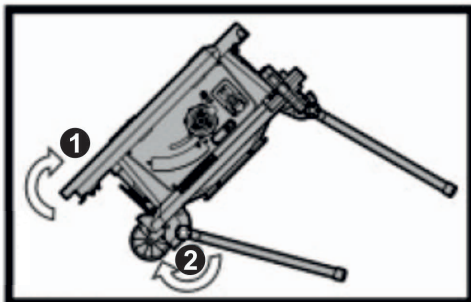

Рис. 3
3. Точно так же разложите левую стойку и зафиксируйте ее (рис. 3)